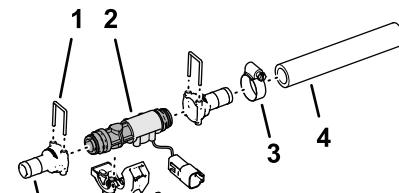

Figure 92
2. Fixez les deux raccords rapides cannelés droits sur le débitmètre à l'aide de deux étriers, comme montré à la Figure 92.
3. Montez le débitmètre sur une tourelle de buse à l'aide de la vis déposée à l'opération Déposer le raccord cannelé et les flexibles des tourelles de buses \(page 31\), comme montré à la Figure 92.
1. Assemblez un raccord rapide cannelé droit et un flexible (17 cm) à l'aide d'un collier de serrage, comme montré à la Figure 92.